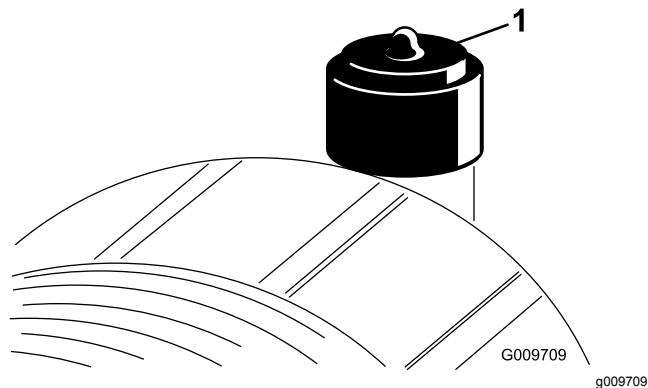

図 72
エアクリーナのフィルタの整備は、インジケータ 図 72 が赤色になってから行ってください。早めに整備を行っても意味がありません。むしろフィルタを外したときにエンジン内部に異物を入れてしまう危険が大きくなります。
9. インジケータ図 72が赤になっている場合はリセットする。